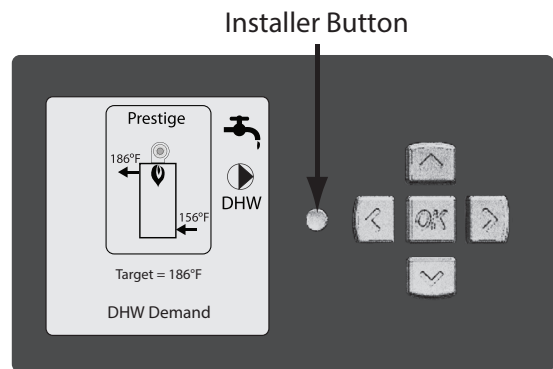

Fig. 2: CTRLMax Navigation Buttons
2. Press the round INSTALLER button. See Fig. 2.